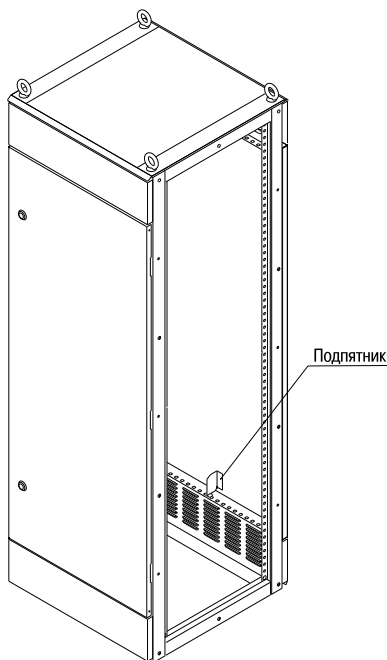

Рисунок 7
1.9 Стенку заднюю установить после монтажа аппаратуры, закрепив винтами M5×35 крутящим моментом 3 Н·м. Подпятник на стенке задней предназначен для опоры при установке (рисунок 7).